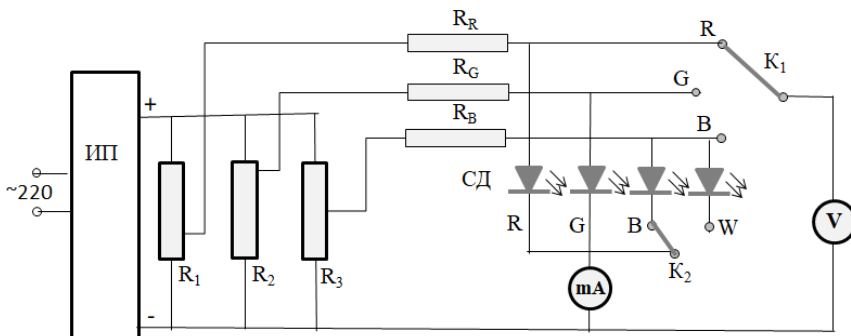

Рис.11. Принципиальная схема измерительной установки
В состав измерительной установки входят (рис. 11): источник стабилизированного постоянного напряжения ИП; мощные RGB и белый светодиоды СД; потенциометры R_1 – R_3 ; токоограничивающие резисторы R_R, R_G, R_B в цепи каждого чипа; вольтметр V ; миллиамперметр mA ; ключи K_1 и K_2 . Регулировку подаваемого на каждый чип СД напряжения осуществляют потенциометрами R_1 – R_3 , а величина этого напряжения, например на чипе B , равна $U_B = U_3 - i R_{mA}$, где: U_3 – показание вольтметра, когда он подключен ключами K_1 и K_2 к клеммам B ; i – показание миллиамперметра; R_{mA} – сопротивление миллиамперметра. Аналогично измеряют напряжение на белом светодиоде, только ключ K_2 подключают к клемме W (белый).
1. Соберите схему (см. рис. 11). Запишите пределы измерений стрелочных приборов и вычислите их цены делений. Пределы измерений и соответствующие им внутренние сопротивления миллиамперметра указаны на рабочем месте. Следует иметь в виду, что по критическим параметрам каждого чипа и ЭДС источника по формуле (13) вычислены величины токоограничивающих резисторов R_R, R_G, R_B , каждый из них подключен последовательно к своему чипу.
1. В измерительной установке (рис. 11) регуляторы напряжения (потенциометры R_1 – R_3) установите в положение, соответствующее нулевому напряжению на их выходе.